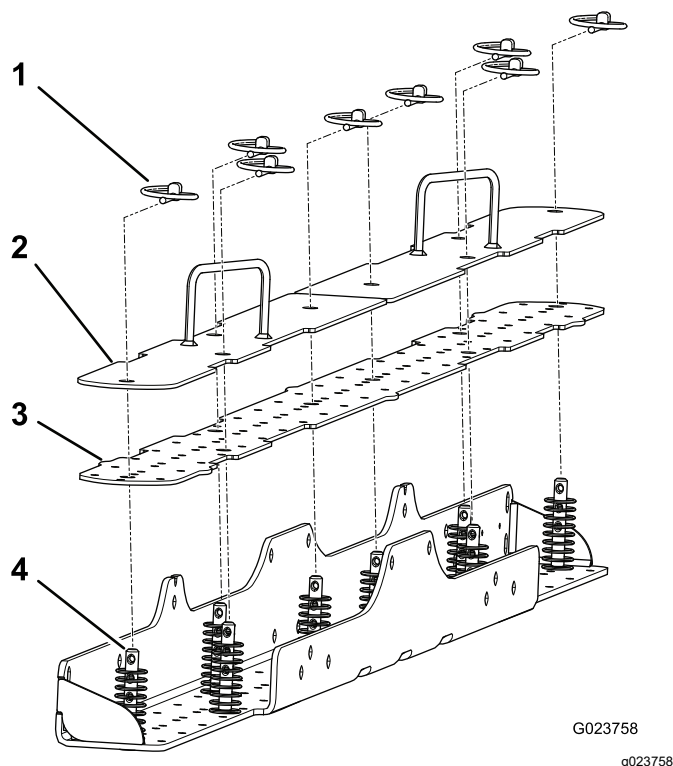

Figure 3
1. Retirez les goupilles à anneau des 8 axes de chape qui fixent le porte-dents et les plaques supérieures à la plaque inférieure (Figure 3).